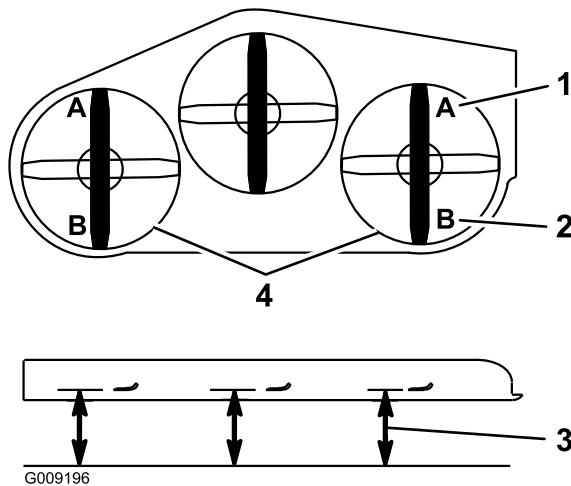

Figura 70
9. En ambos lados de la carcasa, mida desde la superficie nivelada hasta la punta delantera de la cuchilla (Posición A). La medida debe ser de 7,6 cm (Figura 70).
15. En ambos lados de la carcasa, mida desde la superficie nivelada hasta la punta trasera de la cuchilla (Posición B). La medida debe ser de 8,3 mm (Figura 70).